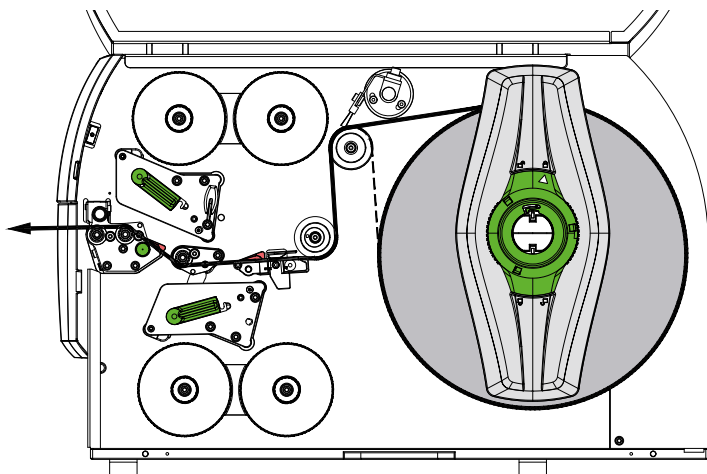
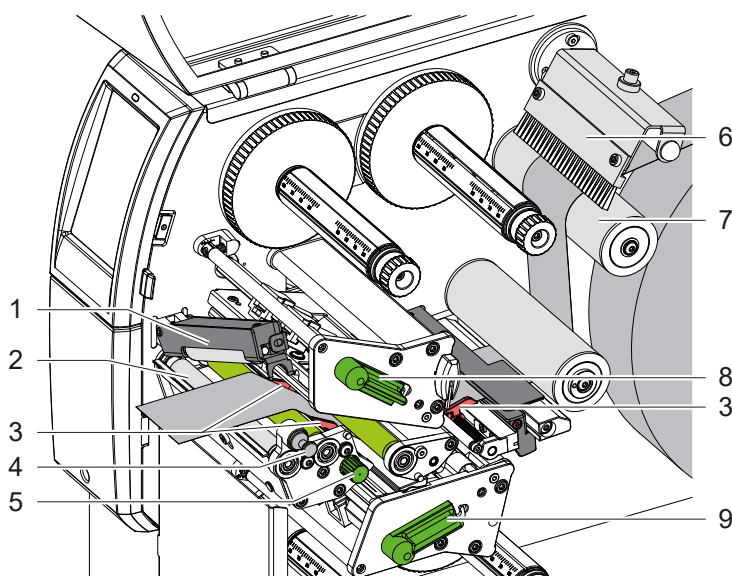

Figura 12 Recorrido del material
Figura 13 Colocación del material en el mecanismo de impresión
1. Desbobinar la tira de material del carrete y guiar hasta el mecanismo de impresión conforme a Figura 12.
2. Tirar del pasador de bloqueo (4). El rodillo de tracción secundario (1) se abate hacia arriba.
3. Girar la palanca (8) en sentido antihorario y girar la palanca (9) en sentido horario para levantar los dos cabezales.
4. Apartar escobilla (6) del rodillo de inversión (7).
5. Separar las guías (3) girando el botón (5) hasta que el material quepa entre ellas.
6. Pasar el material como en la Figura 13 por las dos unidades de impresión hasta el rodillo de tracción (2) y colocarlo entre las guías (3).
7. Acercar las guías hasta los bordes del material girando el botón (5).
9. Tirar del pasador de bloqueo (4). Empujar el rodillo de tracción secundario (1) hacia abajo y bloquear con el pasador de bloqueo.
12. Cerrar la escobilla (6) en el rodillo de inversión (7).